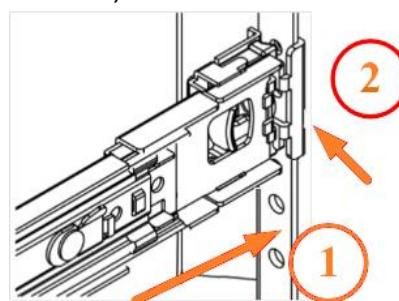

Рисунок 121 – Завершение стойки кронштейна
- 6) Завершить сборку кронштейна на стойке с противоположной стороны, как описано выше (см. Рисунок 121).